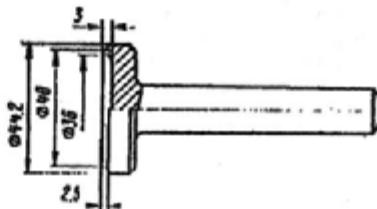

Рис. 239. Оправка для установки стопорной шайбы манжеты усилителя
2. С помощью оправки (рис. 239) зафиксируйте положение уплотнительной манжеты 11 (рис. 231) стопорной шайбой 12.